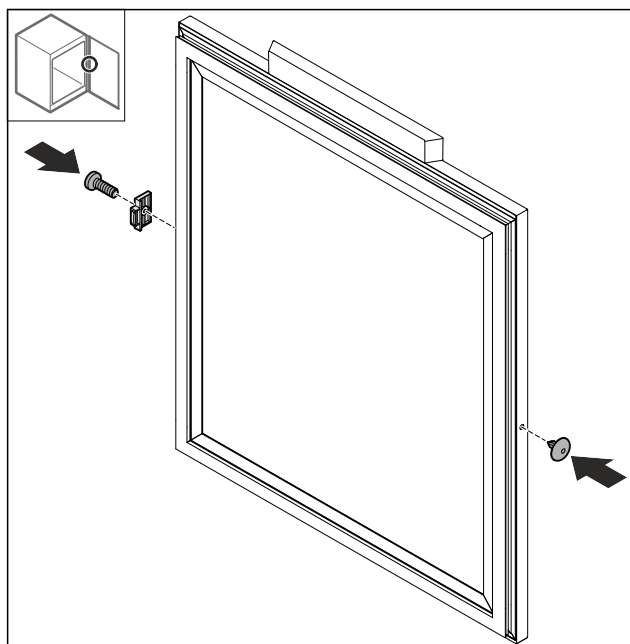

Fig. 17
- Montați opritorul ușii Fig. 17 (1) rotit cu 180° pe partea opusă.
- Montați capacul Fig. 17 (2) pe partea opusă.